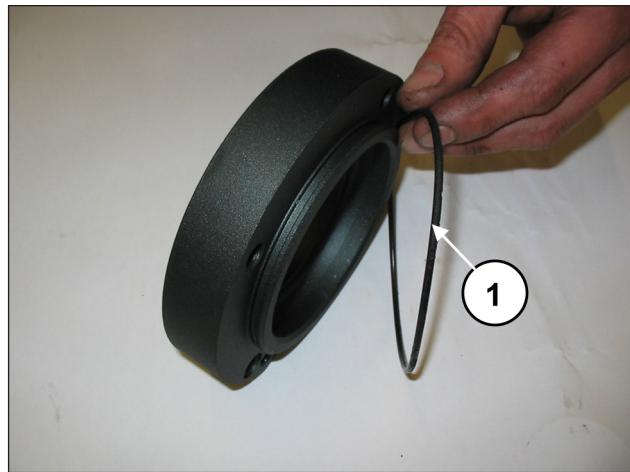
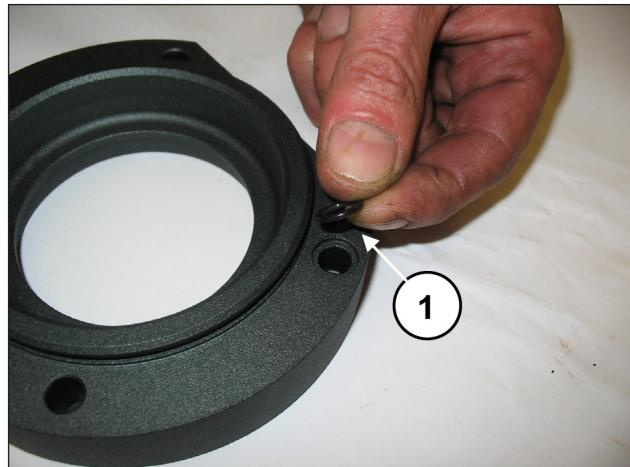
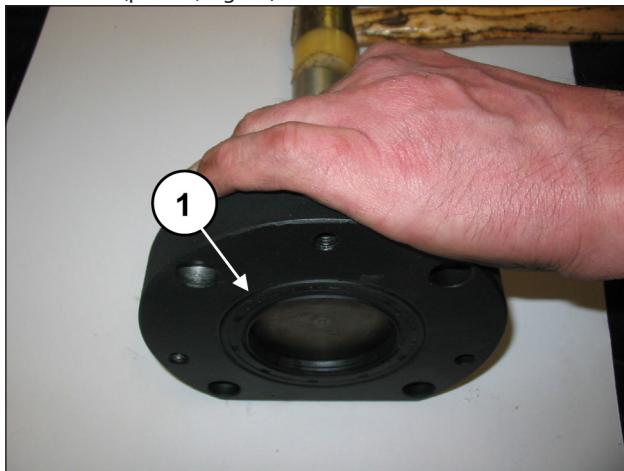

Fig. 29
Fig. 30
Fig. 28
Extraer la anilla de retención radial (pos. ①, Fig. 28), la junta tórica externa (pos. ①, Fig. 29) y la junta tórica del orificio de lubricación (pos. ①, Fig. 30).